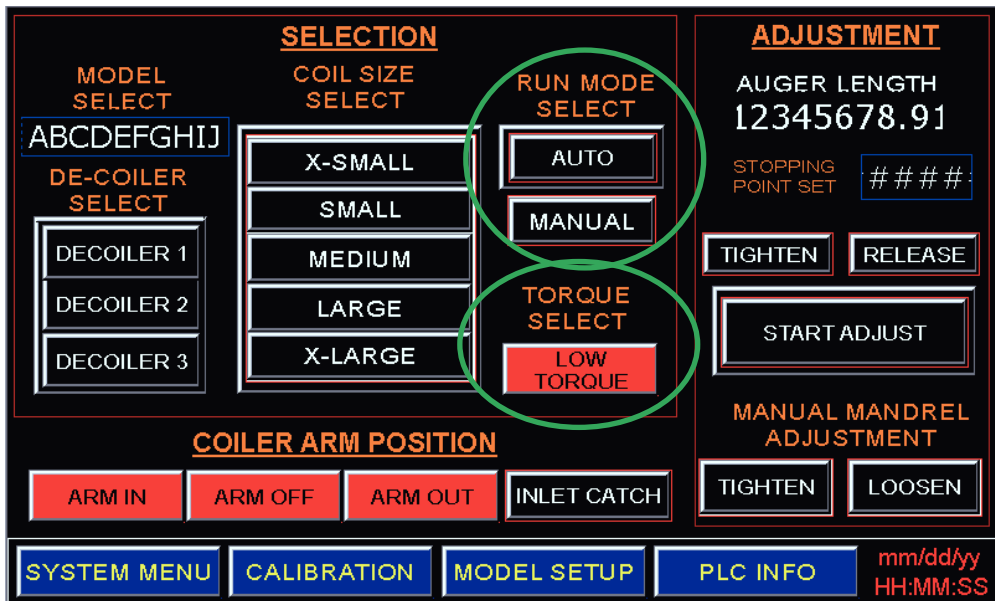

图 19: HMI 上的主页屏幕
当系统设定为在自动（高或低）模式下运行时控制系统激活（请参阅图 19：HMI 上的主页屏幕）。因此，如果系统设定为在自动模式下运行，则当卷取机运行时，开卷机将同样转动！**在以自动（高或低）模式运行之前，应特别注意确保可安全运行整个系统。**
自动高：如果在“自动低”模式下难以卷绕螺旋钻，则可使用“自动高”模式。**请注意，“自动高”模式将会使较小型号的螺旋钻伸长和受损。**建议只有在难以卷绕的情况下才在较大型号螺旋钻（75、90 系列）上使用“自动高”模式。在其他所有情况下，最好使用“自动低”模式。请参阅图 19：HMI 上的主页屏幕 以了解有关在“自动低”和“自动高”之间切换的说明。
6. 在 HMI 上的“主页屏幕”中间（图 19：HMI 上的主页屏幕），选择线圈尺寸。这是“心轴直径”的尺寸且将予以预先编程，以便小线圈能装入中等线圈，中等线圈能装入大线圈等，如第 7 页中解释的那样。